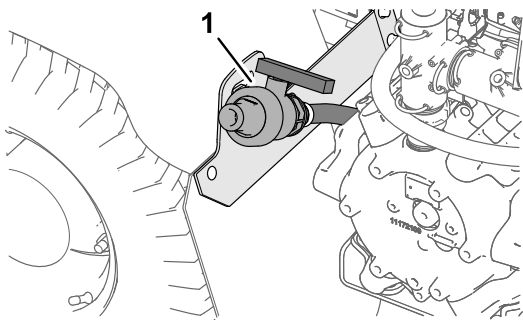

図 52
2. 車両左後部のフェンダにあるタンクドレンバルブを探し出す 図 52。